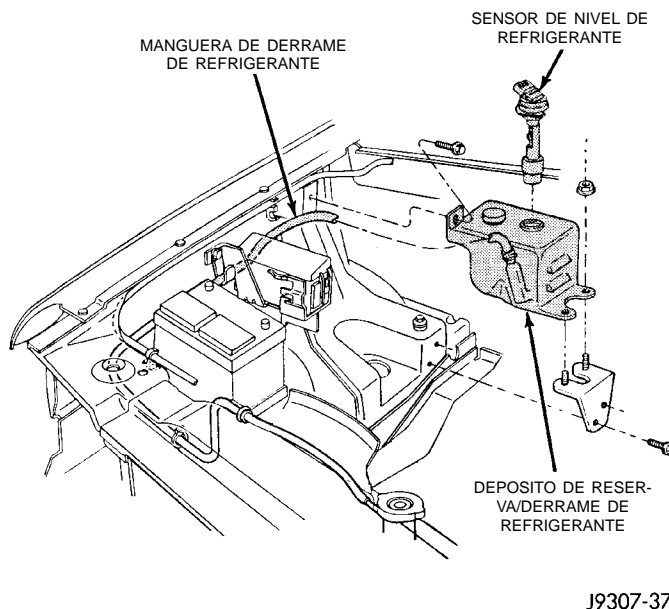
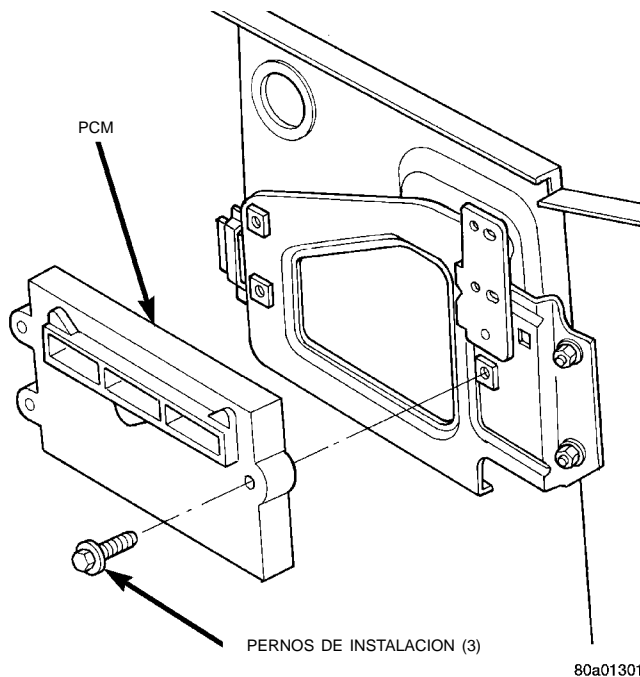

Fig. 78 Instalación del depósito de reserva/derrame de refrigerante
Fig. 79 Instalación del módulo de control del mecanismo de transmisión (PCM)
- (1) Desconecte el cable negativo de la batería.
- (2) Retire la cubierta de los conectores eléctricos. La cubierta se ajusta en el PCM.
- (3) Retire el depósito de reserva/derrame de refrigerante (un perno y dos tuercas) (Fig. 78).
- (4) Con cuidado desenchufe los tres conectores de 32 vías situados en el PCM.
- (5) Retire los tres pernos de instalación del PCM (Fig. 79).
- (6) Retire el PCM.